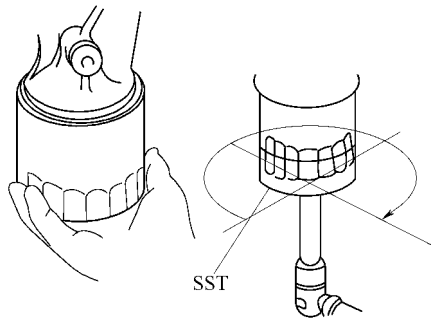

图 3-10 安装机油滤清器
2) 轻轻地旋入机油滤清器，直到你感到有阻力为止，然后将机油滤清器旋紧 3/4 圈以上，如图 3-10 所示。